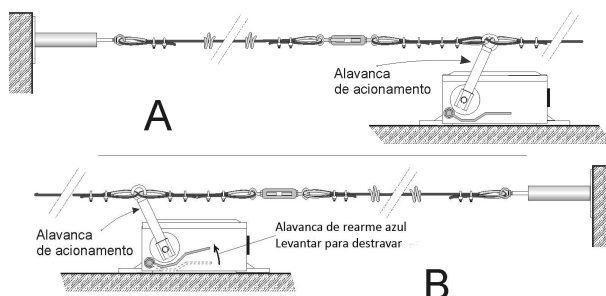

Fig. 5 – Ajuste do ponto de operação
- 4.5 Pressione a alavanca de rearme azul para cima e coloque a alavanca de acionamento na posição da fig. 5 B. Repetir o processo 4.4 para ajustar a tensão do cabo de aço no outro tracionador.